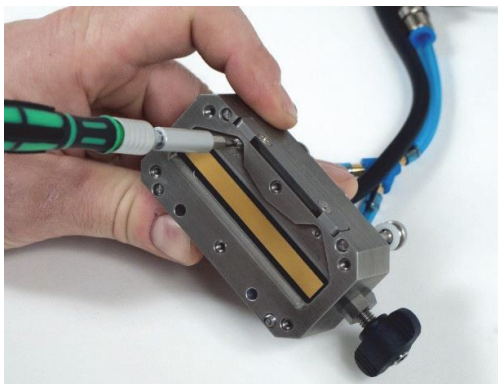

图 3-12 拆下固定螺钉，打开水流通道
5. 使用一个 1.5 毫米的艾伦螺钉扳手，拆下 2 个固定螺钉（参见第 47 页的图 3-12）。